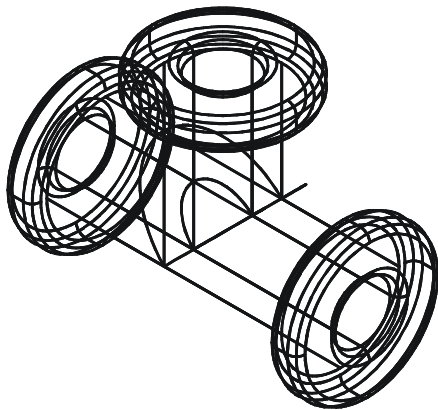

图 10-1-5
STEP 01 利用 FILLET、RENDER 命令对实体进行编辑，圆角后的图形如图 10-1-5 所示。